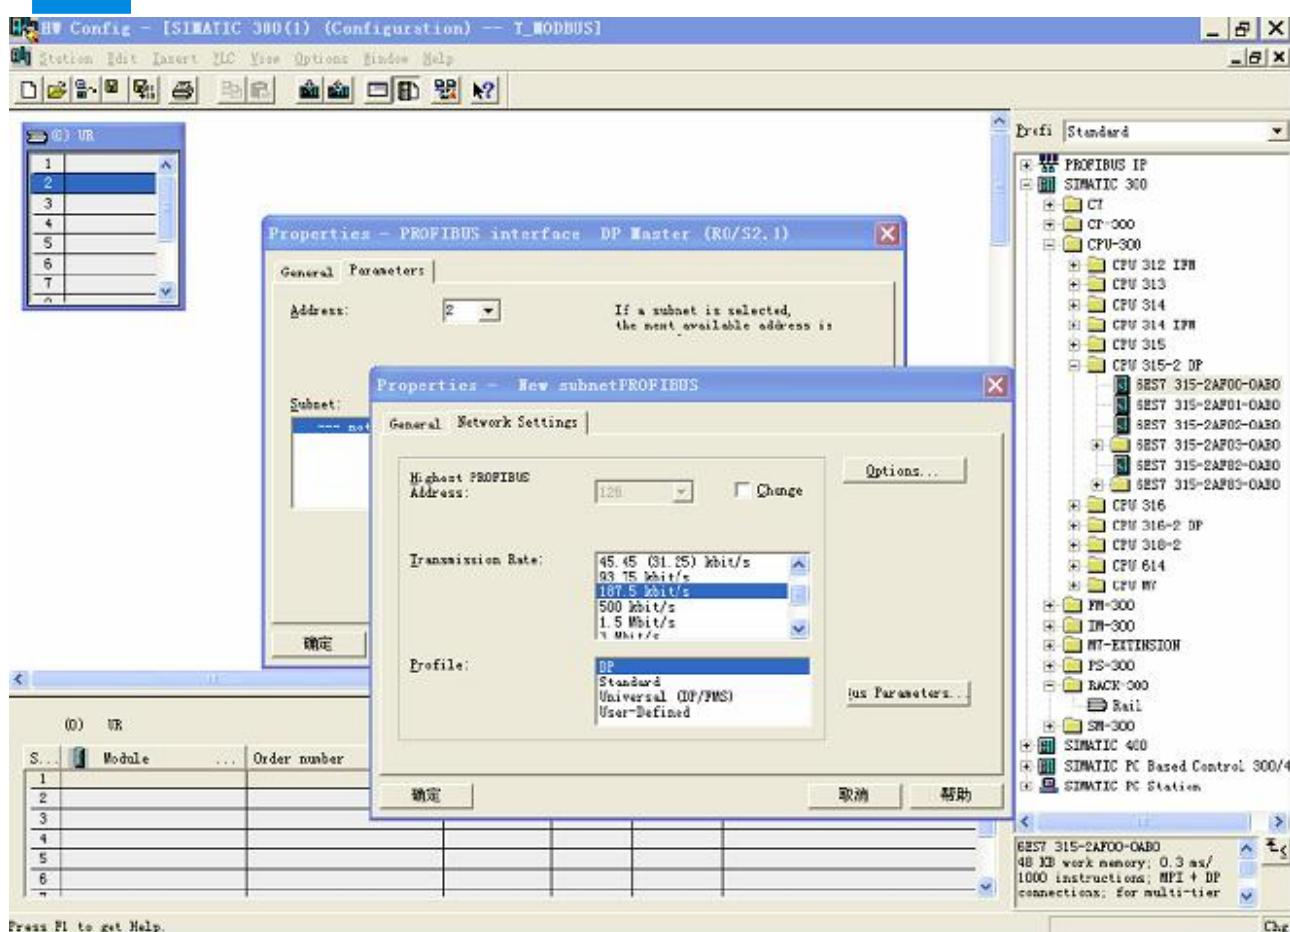

图 8
9. 创建 Profibus-DP 网络, 设置 Profibus-DP: New->Network settings, 选择 DP, 选择一个波特率如 187.5Kbps, 然后“OK”, 双击它; 如图 8